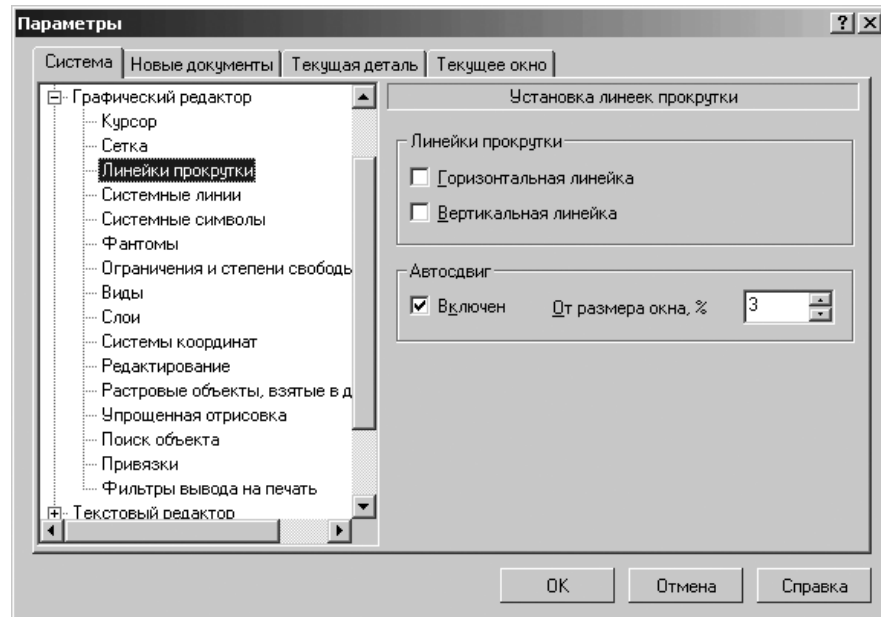

Рис. 9.19. Диалоговое окно **Параметры** с открытой вкладкой **Система** и открытой панелью **Установка линеек прокрутки**
- щелкните по пункту **Линейки прокрутки**. Откроется в правой части диалогового окна панель **Установка линеек прокрутки** (рис. 9.19).